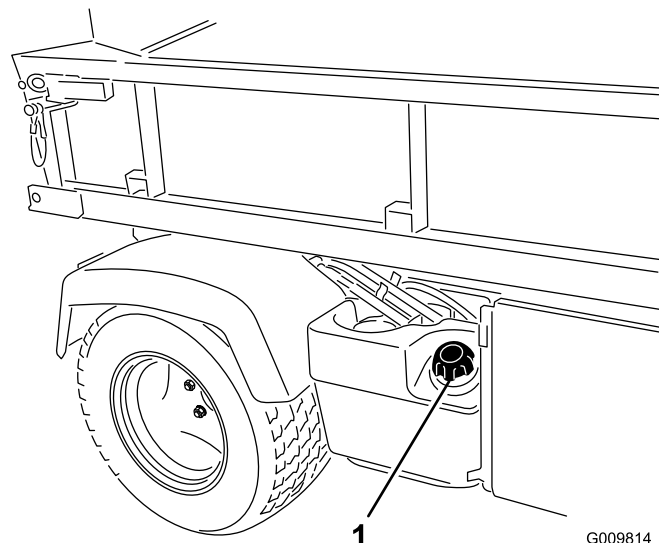

Figura 18
2. Rimuovete il tappo dal serbatoio del carburante (Figura 18).